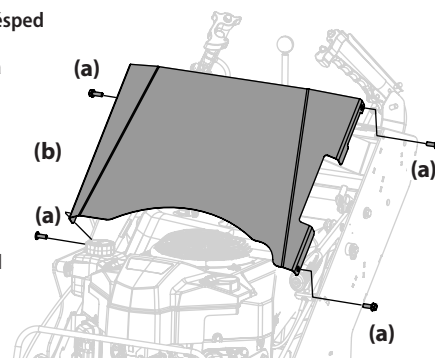

Figura 25
1. Extraiga los 4 tornillos (a) que aseguran el panel frontal (b) y extraiga el panel frontal (b). Consulte la Figura 25.